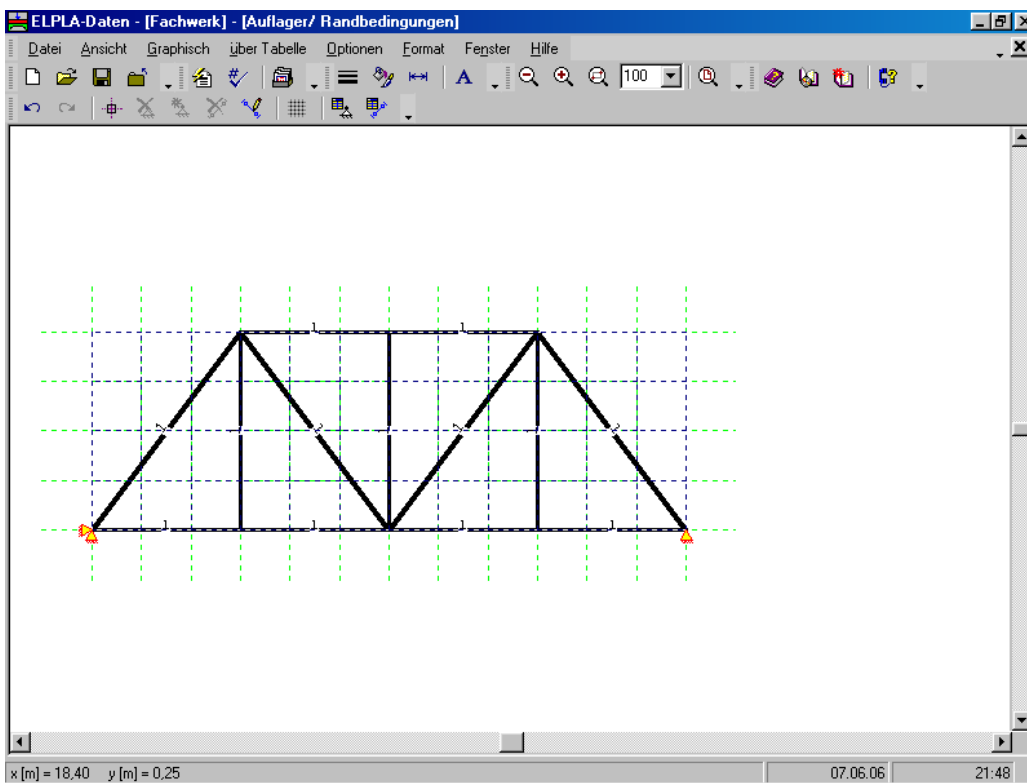

Bild 6-23 Auflager auf dem Bildschirm
Nach der Definition der Auflager sollte der Bildschirm wie das folgende Bild 6-23 aussehen.
- Wählen Sie "Auflager/ Randbedingungen speichern" aus dem "Datei"-Menü (Bild 6-23), um die Daten der Auflager zu speichern
- Wählen Sie "Auflager/ Randbedingungen schließen" aus dem "Datei"-Menü (Bild 6-23), um das eingebettete Programm "Auflager/ Randbedingungen" zu schließen und zum Hauptfenster des Programms *ELPLA-Daten* zurückzukehren